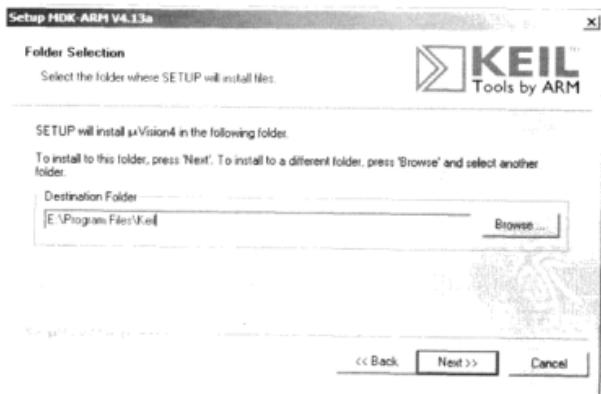

图 4.4.3 选择 Keil MDK 安装路径
③ 继续单击 Next, 选择安装路径, 如图 4.4.3 所示。